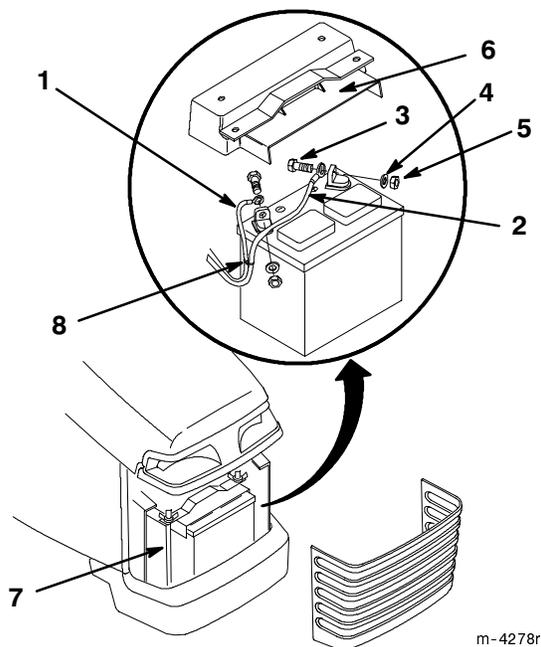

Figure 54
3. Retirer le bouclier protecteur de la batterie (Fig. 54).
4. Déconnecter le fil négatif (noir) de mise à la masse de la borne négative de la batterie (Fig. 54).
5. Déconnecter le fil positif (rouge) de la borne positive de la batterie (Fig. 54).
1. Poser la batterie sur le châssis (Fig. 54).
2. Connecter le fil positif (rouge) à la borne positive (+) de la batterie à l'aide du boulon, de la rondelle et de l'écrou (Fig. 54).
3. Connecter le fil négatif (noir) à la borne négative (-) de la batterie à l'aide du boulon, de la rondelle et de l'écrou (Fig. 54).
4. Placer le bouclier protecteur sur la batterie, et le fixer au châssis à l'aide des tiges de maintien et des écrous papillons (Fig. 54).